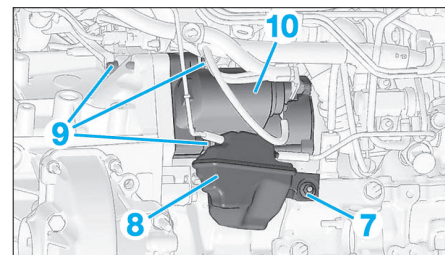

Fig. 3
- l'écrou de réserve de vide (7) (Fig.3),